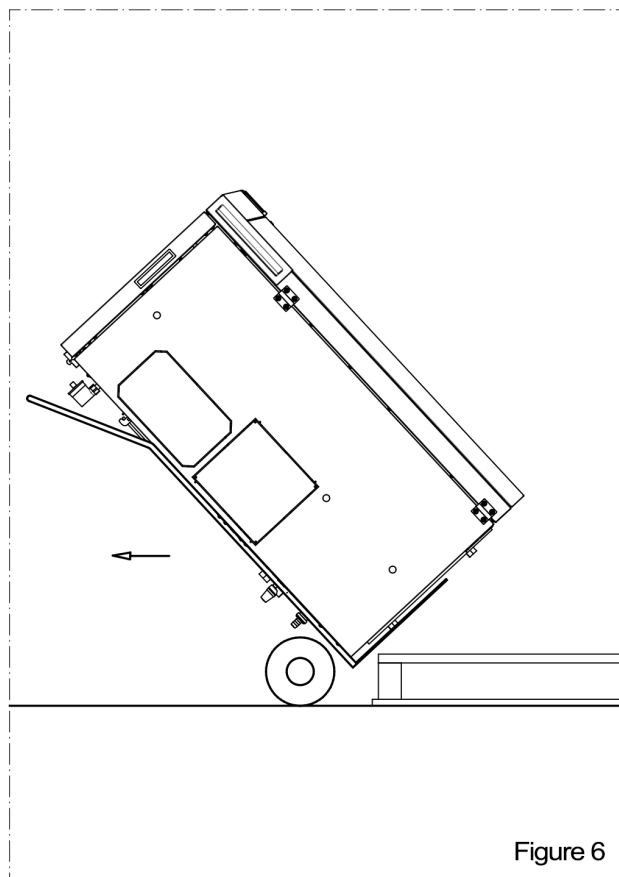

Figure 6
- Procéder au placement et à la pose de l'appareil (Figure 6).